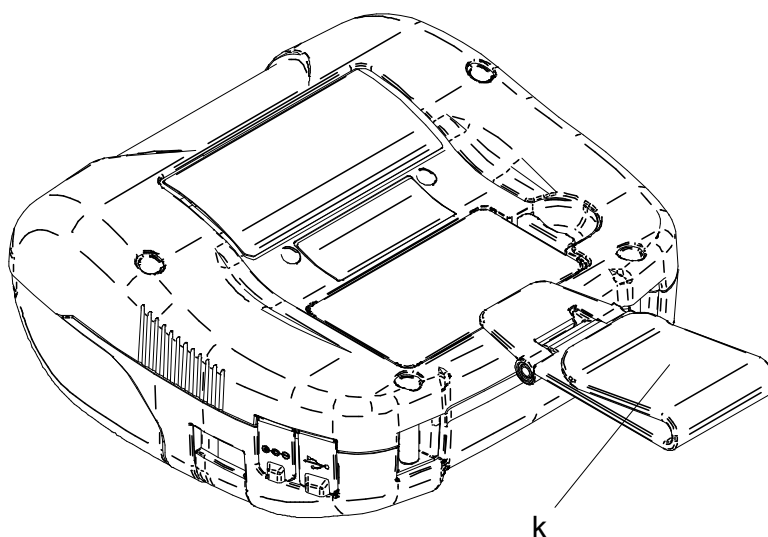

Figura 14-3 Instalação do clip de cinto (3)
- (5) Introduzir a bateria na impressora.
(6) Engatar a parte do clip de cinto "k" no cinto, como mostrado na Figura 14-3.